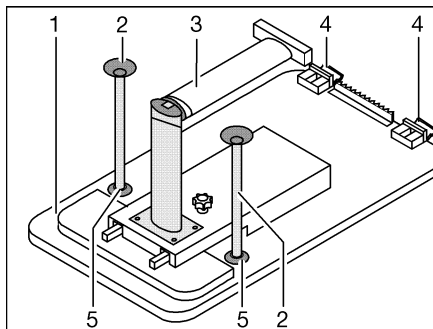

Fig. 96 Struttura di supporto letto
- Sollevare leggermente il piano del tavolo (Fig. 96,1) in avanti.
- Sbloccare il piede del tavolo (Fig. 96,3) sul giunto e ripiegarlo.
- Ruotare il piano del tavolo di circa 45° verso l'alto e sganciare i supporti (Fig. 96,4) dalla guida di supporto superiore.
- A seconda del modello, inserire i due montanti di supporto aggiuntivi (Fig. 96,2) negli alloggiamenti (Fig. 96,5) sul lato inferiore del tavolo.